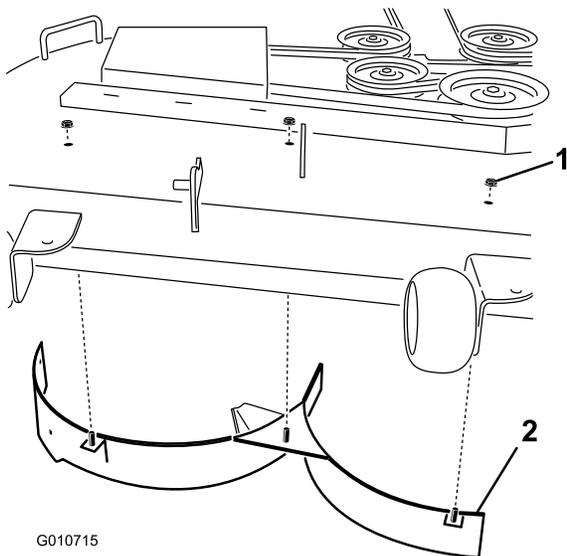

Figura 2
8. Instale el deflector derecho en la plataforma de corte según se muestra en Figura 2. Utilice tres contratuercas (5/16 pulgada) para sujetar las clavijas soldadas del deflector derecho a la parte superior de la plataforma de corte en las posiciones centro, centro derecha y derecha. Apriete las fijaciones a mano.